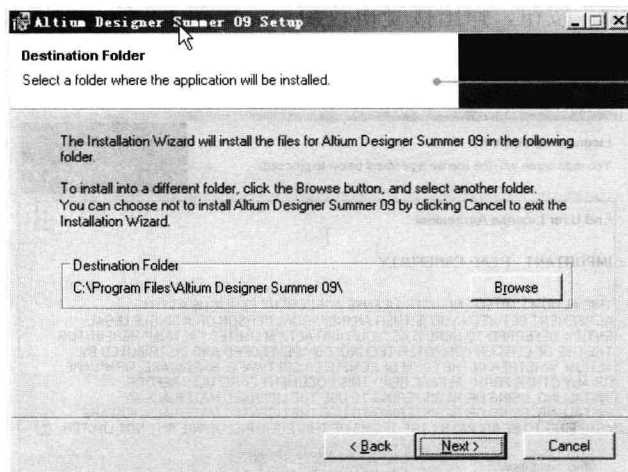
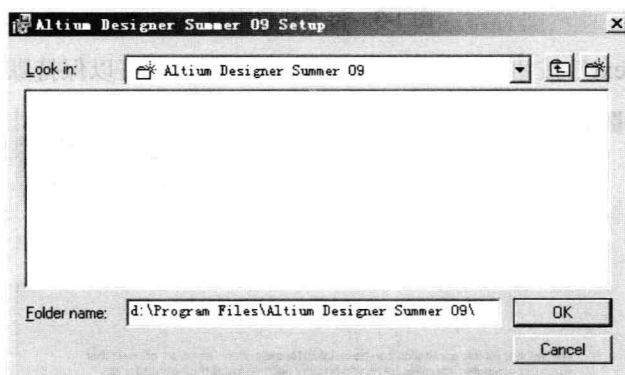

图 1-5 默认的安装路径窗口
图 1-6 更改安装到 D 盘
(6) 单击“Next”按钮，弹出选择安装文件夹路径窗口，如图 1-5 所示。在图 1-5 所示中用户可以直接单击“Next”按钮，进行默认安装，也可以更改安装文件夹的路径，为了避免计算机重装后的风险，用户可以更改安装路径。
(7) 在图 1-5 所示中单击“Browse”浏览按钮进行更改安装路径，在图 1-6 所示中更改“Folder name”栏中 C: \为 D: \，其余不变，单击“OK”按钮，这样就可以更改安装到 D 盘中。